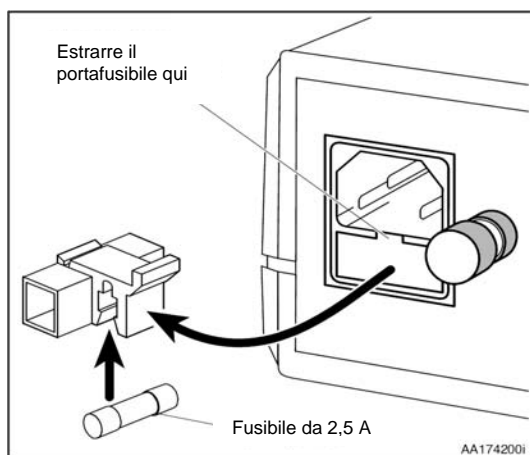

Figura 5. Sostituzione dei fusibili nelle unità U.S.A.
2. Estrarre il portafusibile, come illustrato nella Figura 5.